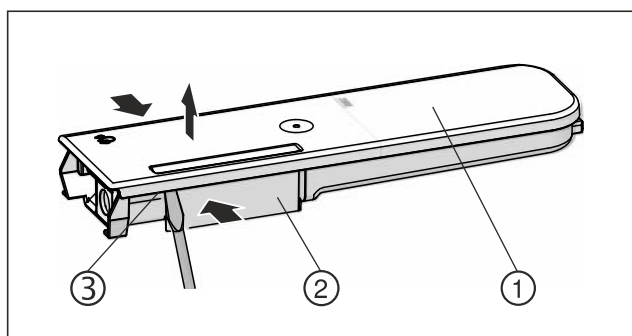

Fig. 135
- ▶ Wasserbehälter *Fig. 135 (2)* zusammendrücken und Deckel *Fig. 135 (1)* vorsichtig über die Rastnasen *Fig. 135 (3)* hebeln und hochziehen.
- ▶ Deckel *Fig. 135 (1)* leicht hin- und herbewegen und nach oben entnehmen.